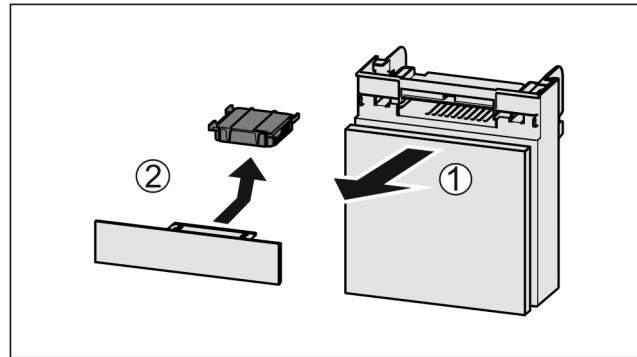

Fig. 69
- Потягніть Fig. 69 (1) відділення вперед.
- Витягнути Fig. 69 (2) фільтр з активованого вугілля.